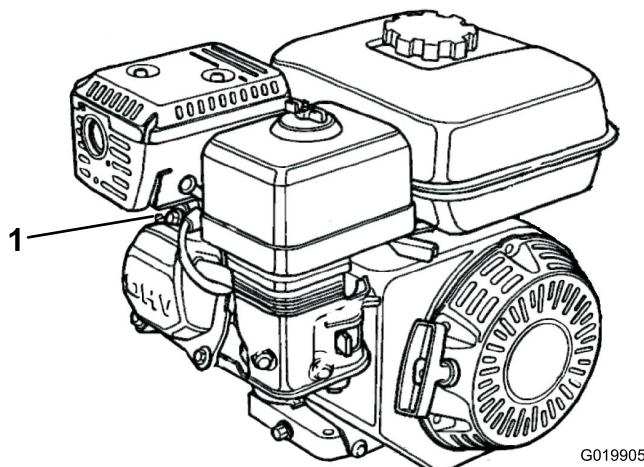

図 17
1. 点火プラグについている点火ケーブルを取り外す図 17。